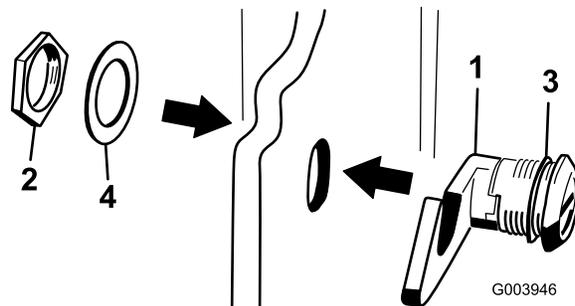

図 17
3. フードラッチアセンブリからナットを取り外す 図 17。